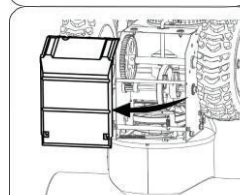

Figure 22
2. Осторожно поверните снегоочиститель вверх и вперед так, чтобы он опирался на корпус шнека. Снимите крышку рамы с нижней стороны снегоуборочной машины, сняв четыре саморезов, которые закрепляют его. Figure 22.